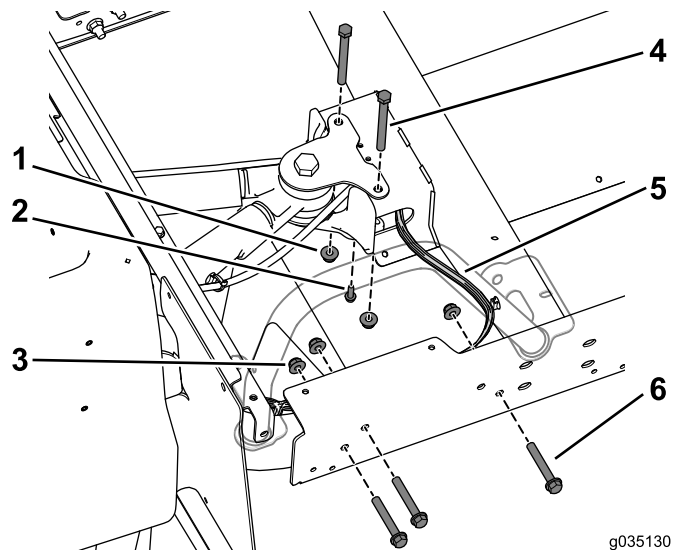

Figura 68
7. Remova os parafusos e as porcas flangeadas que fixam a montagem do braço oscilante ao canal central (Figura 68).